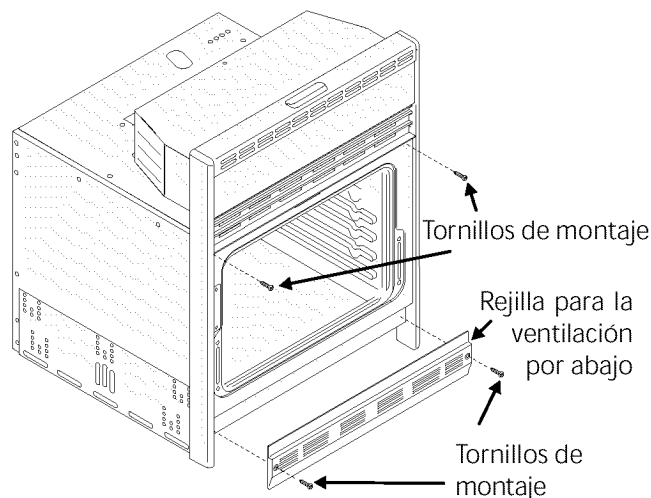

Figura 6
1. Alineé los dos agujeros de montadura en la parrilla con los agujeros de montadura más bajos en cada lado del armazón del horno debajo de la puerta del horno (vea figura 6).